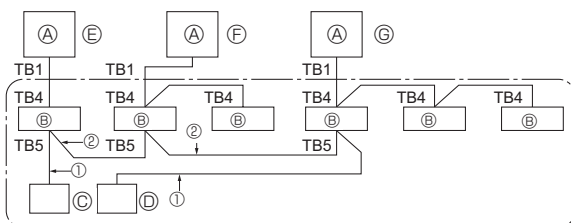

Fig. 10-1
10. Sistema de control (Fig. 10-1)